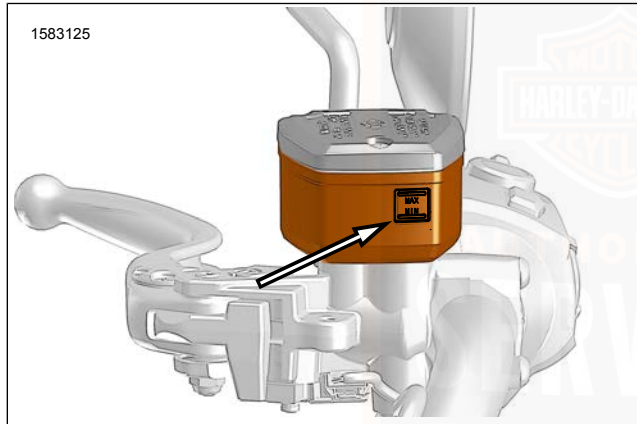

Abbildung 61. MIN-Markierung am Vorderradhauptbremszylinderbehälter
2. **Vorne:** Siehe Abbildung 61. Den Füllstand an der Seite des Vorderradbremflüssigkeitsbehälters prüfen. Füllstand muss über der Mindestmarkierung am Schauglas liegen.